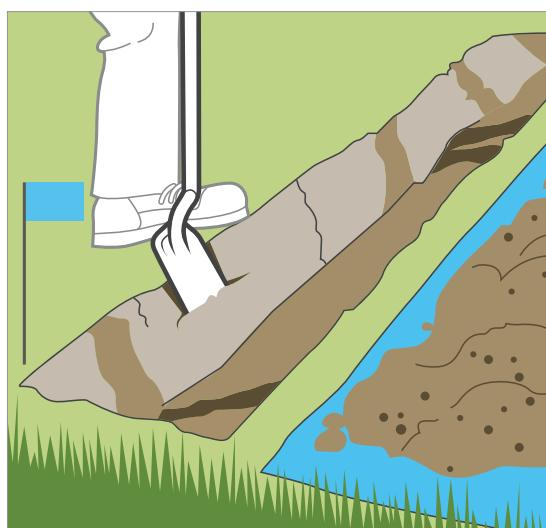

Figura 2
4. Criação de valas: consulte as leis do local. Se não houver leis locais estabelecidas em relação à profundidade da linha principal do aspersor na área, cave de 25 cm a 30 cm de profundidade. Cave de 15 a 20 cm para as linhas laterais. As valas podem ser feitas manualmente ou com um sulcador. Os sulcadores são comercializados pela maioria dos estabelecimentos de aluguel de ferramentas Figura 2.